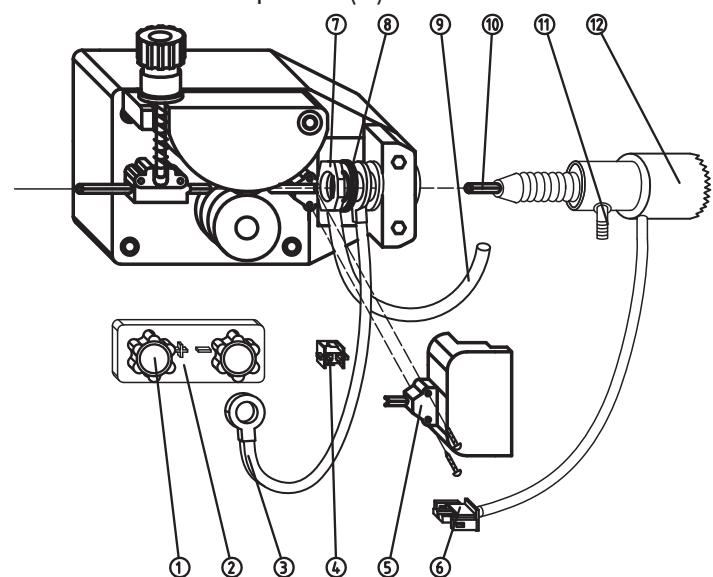

Fig.4
- Introduire la torche dans son logement et la bloquer sur le moteur du dévidoir (avec l'écrou fourni en dotation), en prenant soin de s'assurer que l'entrée de la "gaine guidefil" est alignée avec le canal entre les deux galets d'entraînement. Pour mieux comprendre ce système, nous fournissons de suite les dessins des opérations à effectuer pour le montage correct d'une torche avec fixation séparée (FIG. 4). Connecter le tube du gaz à la prise de la torche et le fixer par un collier métallique. Unir les deux connecteurs de la gâchette de la torche, puis couvrir avec le couvercle spécial (5).